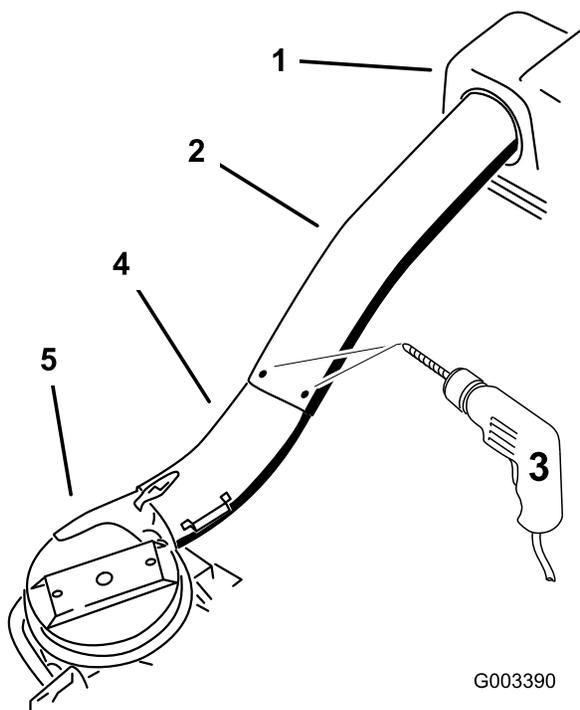

Figure 26
9. En vous servant des 3 trous ou indentations du tube supérieur comme repère, percez 3 trous (de 7/32 po de diamètre) à l'endroit où les tubes supérieur et inférieur se rejoignent (Figure 26).